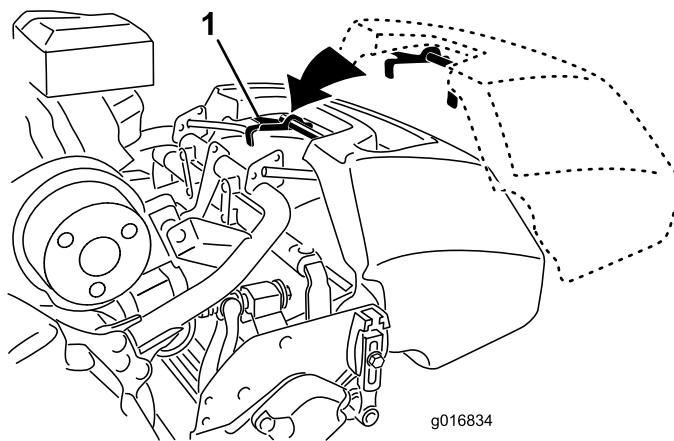

Рисунок 9
1. Возьмите корзину за рукоятку (Рисунок 9).
2. Вставьте кромку корзины между боковыми пластинами режущего блока и над передним валиком (Рисунок 9).
3. Зацепите крюки корзины за петлю рамы (Рисунок 9).